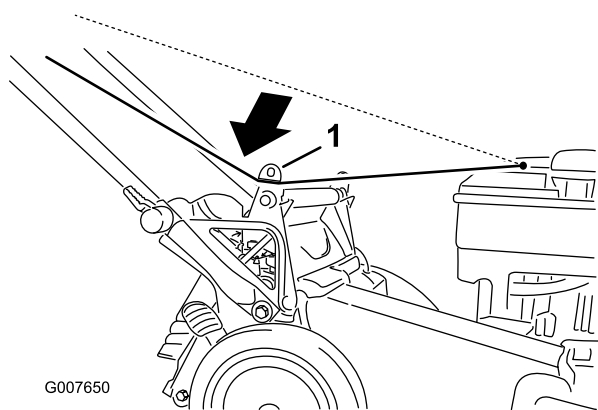

Рисунок 21
1. Проложите трос стартера вокруг нижней направляющей троса (Рисунок 21).